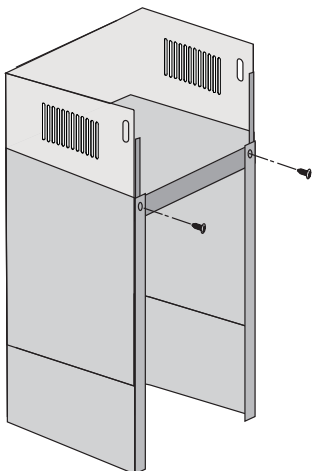

Figure 5
- Utilisez deux vis pour fixer deux cheminées ensemble avec le support inférieur de la cheminée, assurez-vous que l'intérieur de la cheminée bouge librement (voir figure 5).